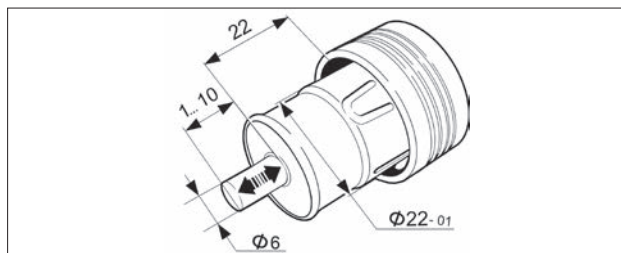

Рис. 216. Размеры вилки электрического прибора для использования в патроне для подключения дополнительных потребителей
4. Перегрузка патрона и плохой контакт вилки в патроне могут привести к срабатыванию встроенного в патрон предохранителя, который временно отключит электрический аксессуар. В случае повторного срабатывания предохранителя электрический аксессуар отключить для проверки его соответствия пункту 2 и рис. 216.
5. Использование аксессуаров, не соответствующих пункту 2 и рис. 216, может привести к короткому замыканию в цепи автомобиля.